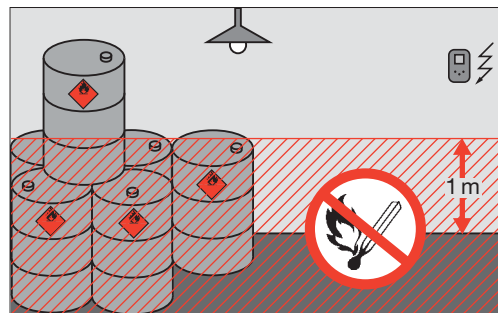

Fig. 1: zona 2 (deposito).
- Locali di deposito per liquidi facilmente infiammabili: zona 2, fino a 1 m sopra il pavimento (fig.1)